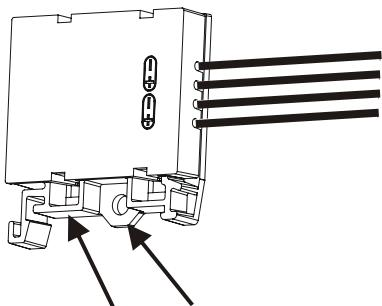

Fig. 2
- on a surface by means of a screw or cable ties (Fig. 2).
- Auf einem Untergrund mittels Schraube oder Kabelbinder (Fig. 2)
- sur un fond au moyen de vis ou de serre-câbles (fig. 2)
- sobre una superficie por medio de un tornillo o sujetacables (Fig. 2)